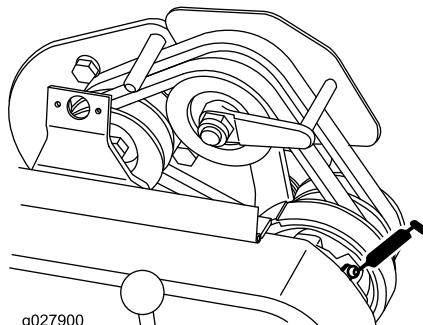

Рисунок 25
- Одна на шарнирах натяжного ролика ремня Рисунок 25).